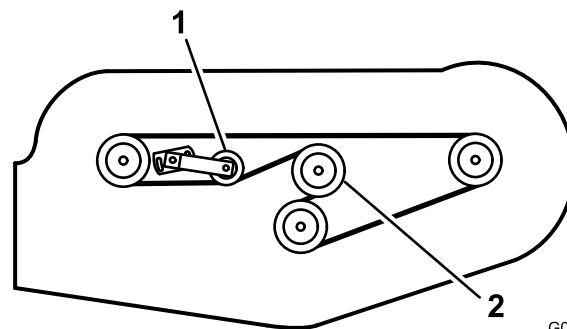

Figure 29
- Acheminez la nouvelle courroie autour de la poulie du boîtier d'engrenages, des poulies d'axe, de la poulie de tension fixe et de la poulie de tension réglable (Figure 29).